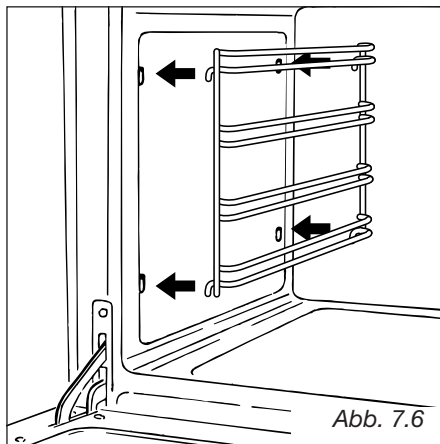

Abb. 7.6
- Hängen Sie die Seitenhalterungen in die Löcher der seitlichen Innenwände des Backofens ein (Abb. 7.6).